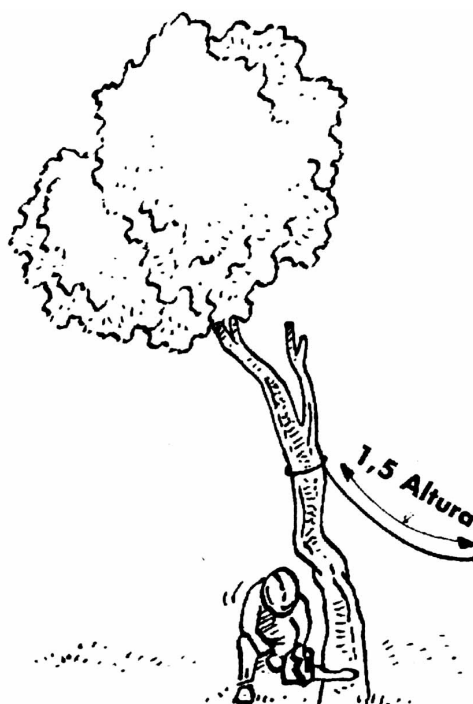

FIG. 050
- Para asegurar una dirección de caída distinta a la natural, amarrar el tronco a cierta altura y tirar del amarre desde una distancia vez y media la altura calculada del árbol. **FIG. 050**